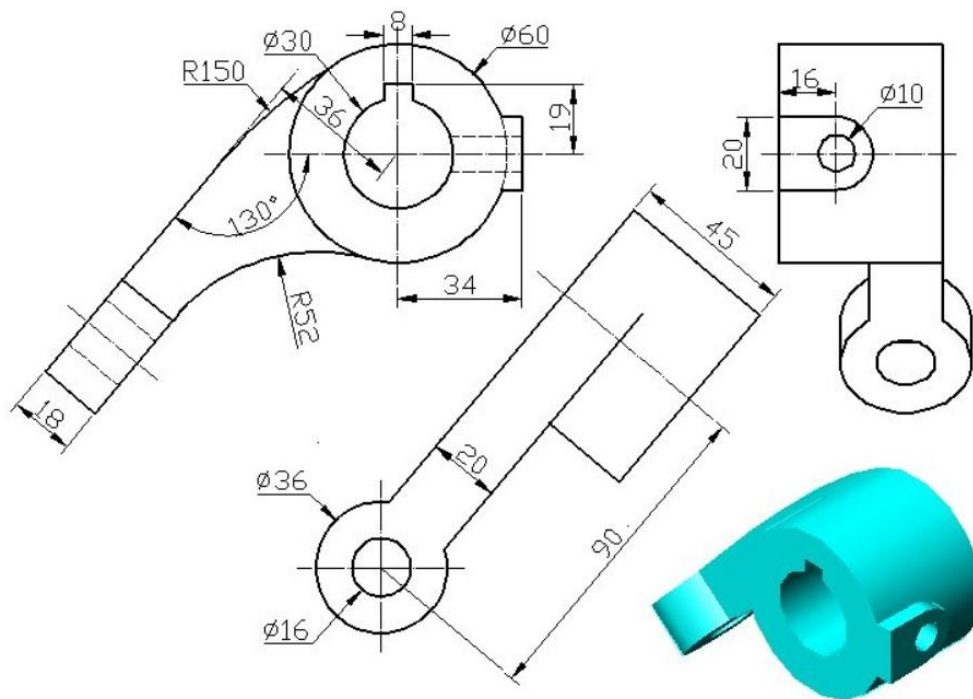

图 J1-9 三维零件 9
①在盘下建立考生文件夹，文件夹名称为“场次-工位号”，所有文件必须保存在考生文件夹中，否则记零分；
②文件名称为“J1-9”，保存在考生文件夹中；
③根据图 J1-9 所示尺寸完成三维建模；
④隐藏草图和创建的基准平面；
⑤考试过程中注意保存，考核结束时考试应立即停止操作，不得关闭电脑，离开考场。